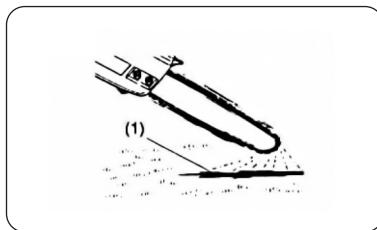

Рис. 11
- После пуска двигателя прогнать цепь на средней скорости вращения для удаления лишнего масла, как показано на Рис. 11